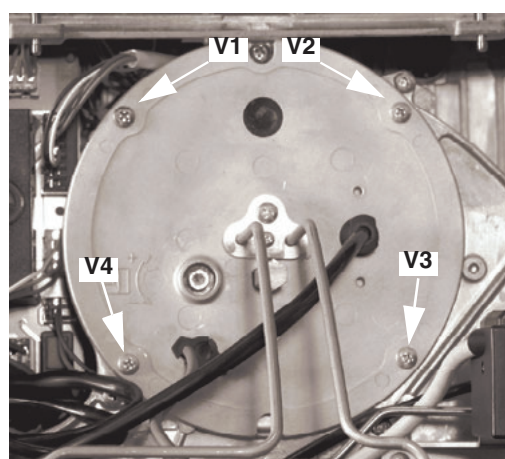

Fig. 19c
- Rimuovere le 4 viti V1 - V4 indicate in Fig. 19c.